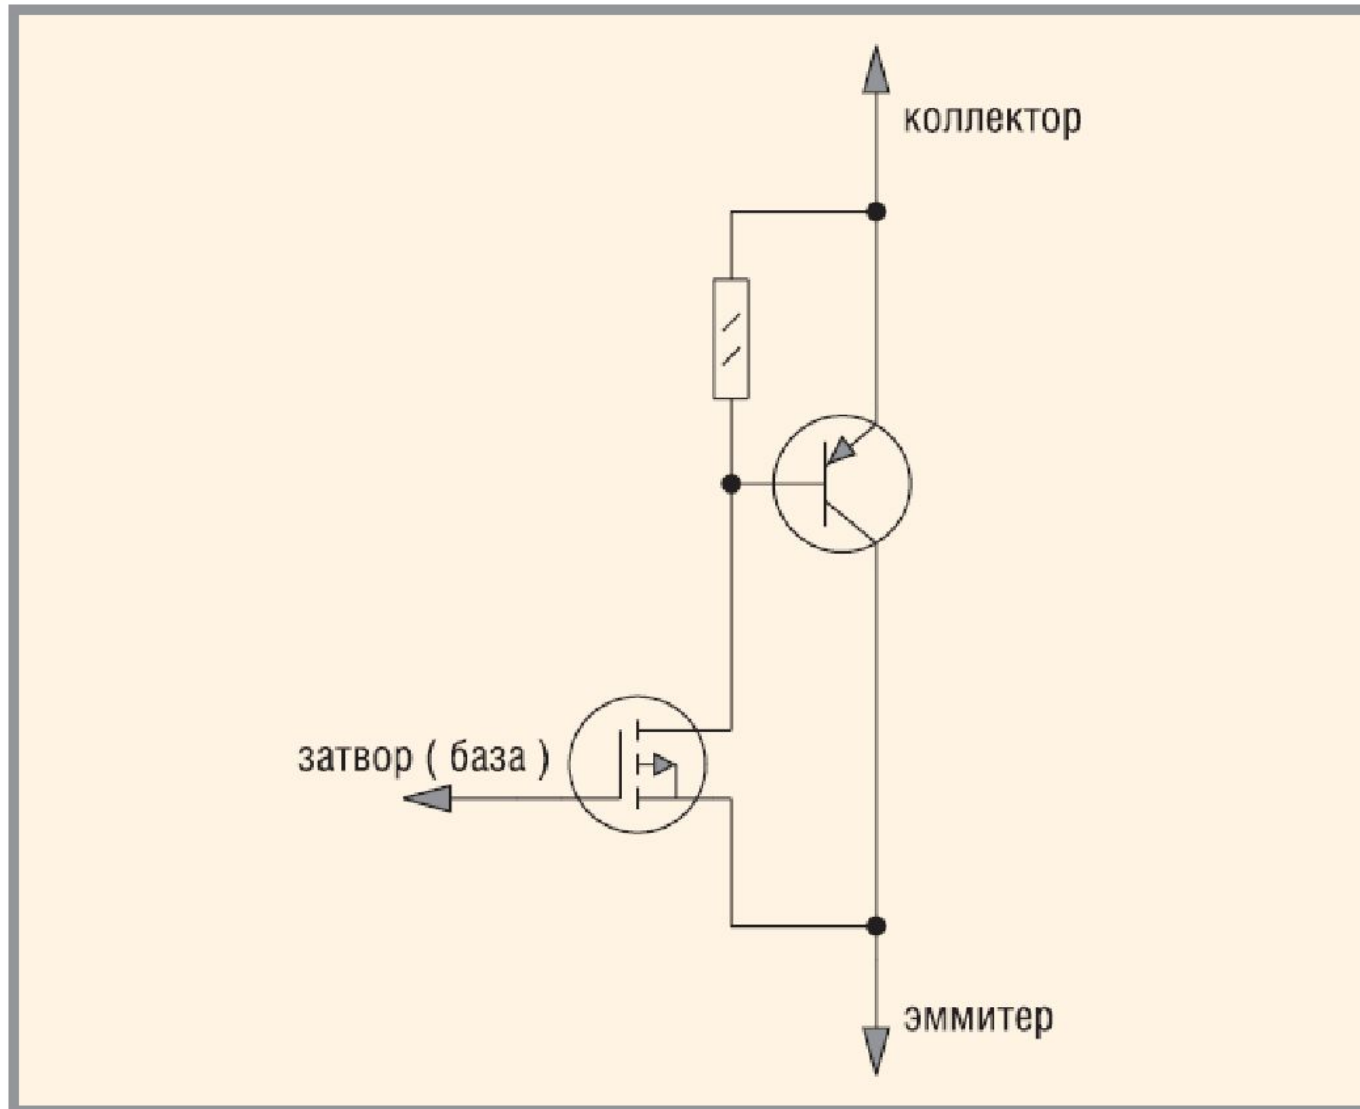

Рис. 1. Эквивалентная схема IGBT
Рис.1а. Образование потенциальной ямы при приложении напряжения к затвору.
**Рис.1в. Простейший трёхфазный ПЗС-регистр.
Рис.1г. Тактовые диаграммы управления трёхфазным регистром -- это три меандра, сдвинутые на 120° .
Рис.1д. Вид на регистр «сверху». Канал переноса в боковом направлении ограничивается стоп-каналами.